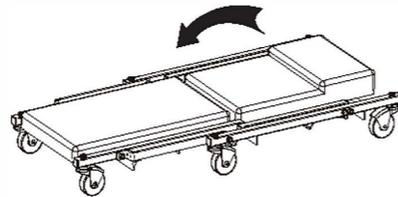

Fig. 4
2. Desbloquee el pasador de bloqueo accionado por resorte tirando hacia fuera hasta que se desenganche, luego invierta los pasos 1, para convertir el asiento del enredador en el enredador (Fig. 4).